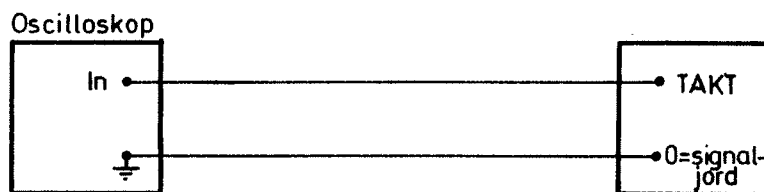

Bild 5.
4.5.1 Mätuttag för taktsignalen finns inuti kraftpanelen. Koppla upp enligt bild 5.